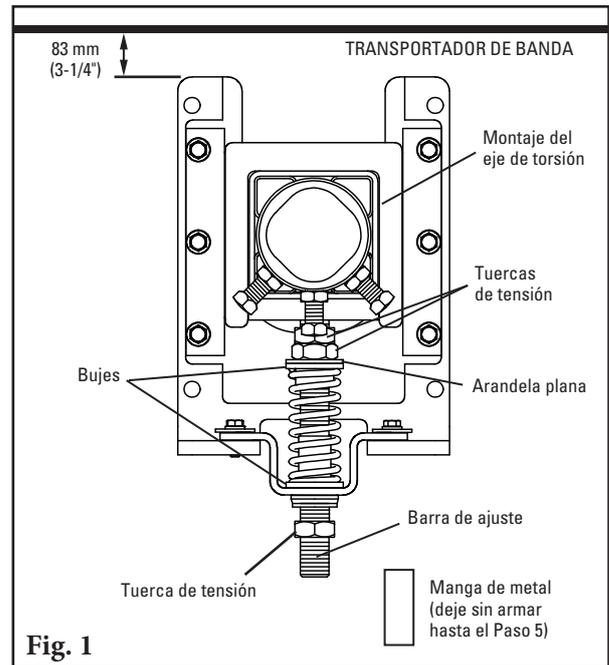

Fig. 1
- 1. Configure de nuevo el tensor estándar al estilo de empuje.** Quite las 3 tuercas de tensión, la arandela plana, los 2 bujes, resorte, manga y soporte de sombrero; arme de nuevo (Fig. 1) con 2 tuercas de tensión, la arandela plana, 2 bujes, resorte y soporte de sombrero en el extremo superior de la barra de ajuste. Agregue la 3ra tuerca de tensión en la parte inferior de la barra de ajuste, esto actuará como un seguro para la manga.
- 2. Instale las bases de montaje del tensor.** Coloque las bases en la estructura o chute de manera que las partes superiores de las patas de la base estén 83 mm (3-1/4") debajo de la banda (Fig. 1).